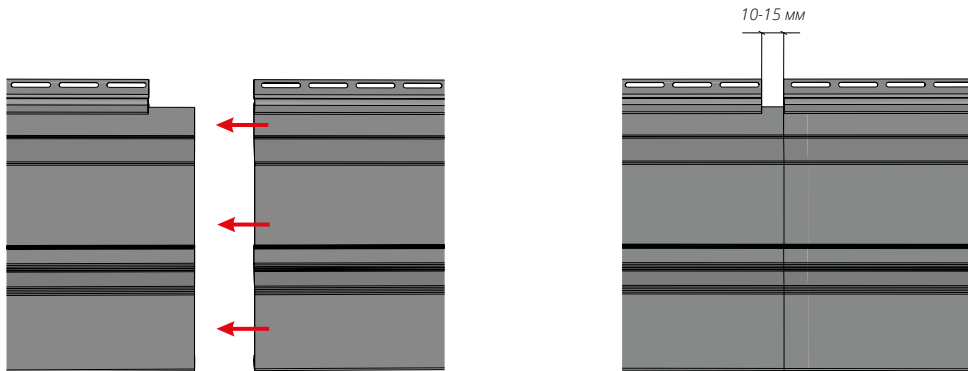

Рисунок 85
- 19.6** Сайдинг возможно соединять внахлест (рис. 85), но при таком соединении будет заметен стык панелей, в процессе эксплуатации возможно будет виден зазор между панелями. Чтобы исключить неэстетичное соединение, необходимо использовать Н-профиль. **Производитель НЕ РЕКОМЕНДУЕТ осуществлять монтаж внахлест.**